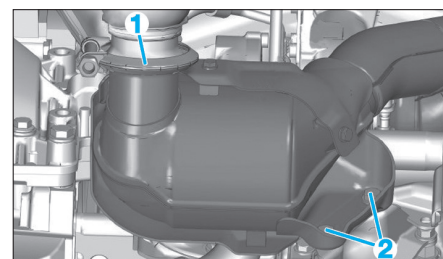

Fig. 43
- le collier (1) (Fig.43),
- les vis (2),